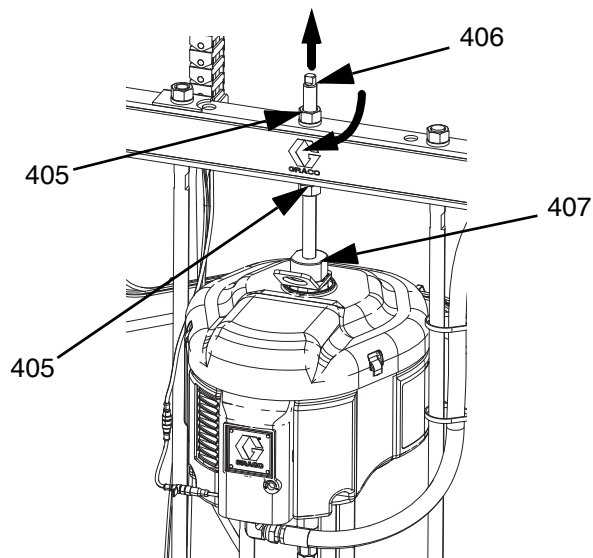

ABB. 43
1. Unterpumpe (C) in Platte (D) einsetzen. Den Schritten unter **Anbringen der Platte** auf Seite 106 folgen.
3. Luftmotor (B) anschließen:
- a. Schraubenschlüssel verwenden, um Mutter (405) auf der Oberseite des Zugbalkens zu drehen und den Luftmotor (B) auf die Unterpumpe abzusenken. Siehe ABB. 43 auf Seite 107. Mutter (405) nach oben drehen und sie unter dem Zugbalken festziehen. Mutter (405) unter dem Zugbalken mit einem Anzugmoment von maximal 34 N•m (25 ft-lb) festziehen.